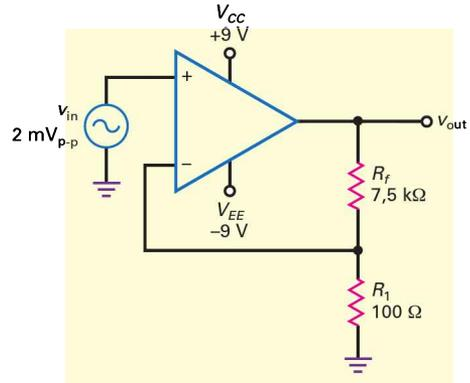

Figure 17.16
- 17.5 D'après la figure 17.16, l'ampli op présente $R_{in} = 3 \text{ M}\Omega$ et $R_{MC} = 500 \text{ M}\Omega$. Que vaut l'impédance d'entrée boucle fermée ? Utilisez pour l'ampli op un gain $A_{VOL} = 200\,000$.
- 17.6 Quelle est l'impédance boucle fermée sur la figure 17.16 ? Utilisez pour l'ampli op un gain $A_{VOL} = 75\,000$ et $R_{out} = 50 \Omega$.
- 17.7 Supposez que l'ampli op de la figure 17.16 présente une distorsion harmonique boucle ouverte égale à 10 %. Que vaut la distorsion harmonique boucle fermée ?